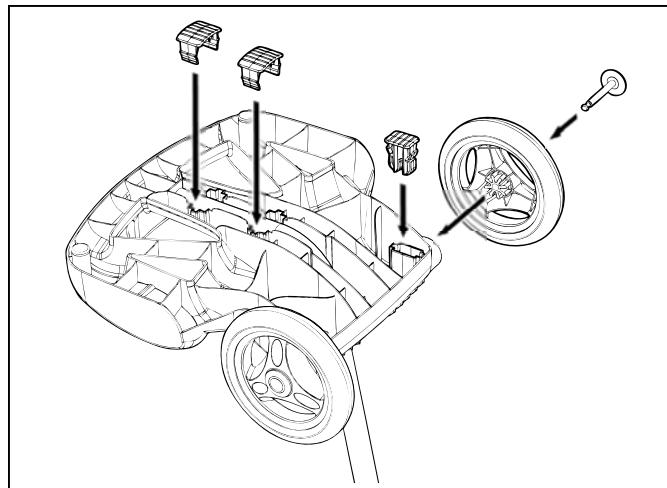

Figura 5. Coloque los bloques de soporte y coloque las ruedas
5. Coloque dos (2) bloques de soporte en su lugar (Figura 5). □
6. Deslice el eje y el tapacubos por el centro de la rueda, y únala a la unidad de base. Coloque el clip de bloqueo en su lugar para asegurar la rueda. Repita para unir ambas ruedas (Figura 5). □